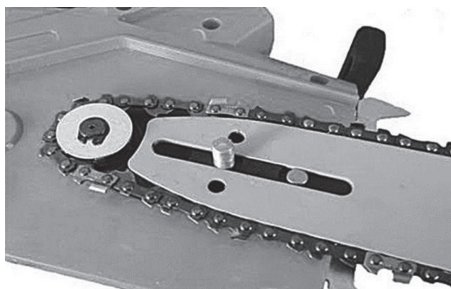

Рис.3 Установка шины и цепи..
- Установите цепь на шину. Цепь установите таким образом, чтобы после установки зубья цепи своими режущими кромками были расположены вперед по ходу движения цепи, т.е. по часовой стрелке (соответствующее обозначение имеется на крышке шины). Введите в зацепление ведущие звенья цепи с зубьями ведущей звездочки и установите шину на шпильку (Рис.3).